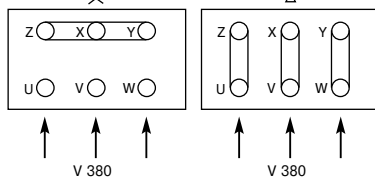

рис. 2 Подключение к электросети
7. Подключить насос к сети согласно схемам указанным на рис. 2 и заземлить.